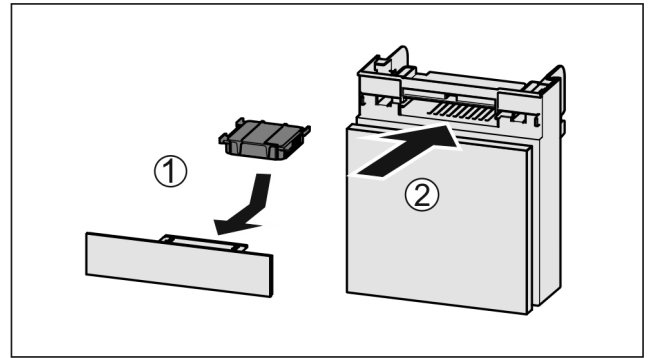

Fig. 68
- ▶ Вставити фільтр з активованого вугілля за малюнком Fig. 68 (1).
- ▶ Вставити відділення Fig. 68 (2).